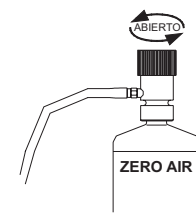

Figura 7
7. Abra totalmente el regulador, dando a la perilla un mínimo de dos (2) vueltas hacia la izquierda (figura 7).